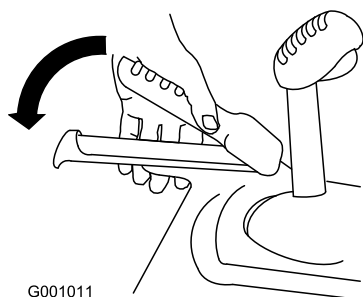

Figura 13
3. Premete la leva sinistra (trazione) contro l'impugnatura (Figura 13).
6. Premete la leva sinistra (trazione) contro l'impugnatura (Figura 13).